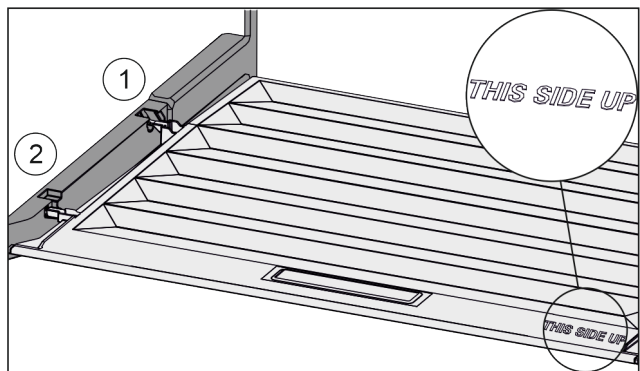

Fig. 44
- Deckelstege über Öffnung der hinteren Halterung Fig. 44 (1) einführen und vorne in Halterung Fig. 44 (2) einrasten.